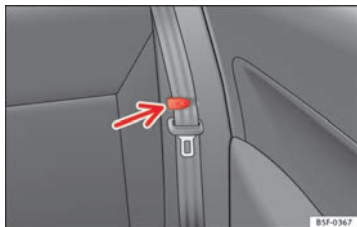

Fig. 91 Pinza para sujetar el cinturón de seguridad.
- Coloque los cinturones de seguridad laterales en la pinza del revestimiento ⇒ fig. 91.